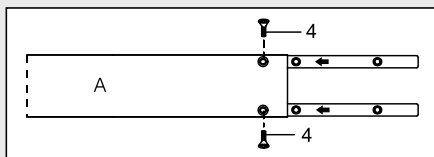

Fig. 20
2. Insérez deux barres d'assemblage (2) dans les cavités correspondantes (3) dans la section « A » du rail de guidage gauche. Fixez à l'aide de deux vis (4) (Fig. 20).